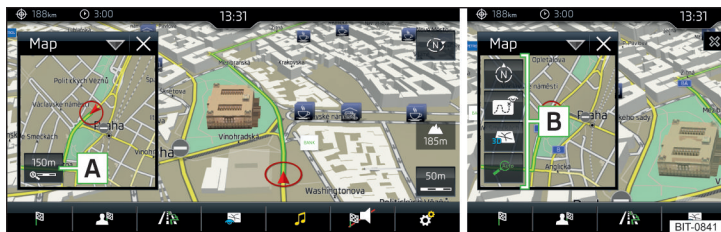

Fig. 223 Hartă în fereastra suplimentară
▶ Atingeți suprafața de comandă funcții **A** » fig. 223 în fereastra suplimentară.